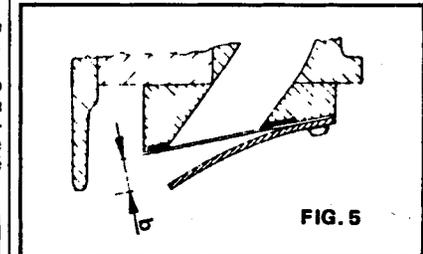

FIG. 5
2) L'ouverture des lamelles est limitée par leurs butées. Le constructeur précise l'écartement de ces butées, mesurable avec un régllet. Si cet écartement est trop important (clapet « bricolé »), les lamelles trop sollicitées risquent de casser (fig. 5). Et la puissance du moteur n'en est pas forcément améliorée !
C'est une clé qui permet de mesurer l'effort de serrage (couple de serrage). Elle est indispensable pour le serrage de pièces présentant des risques de déformation (culasse, carter-moteur) et pour s'assurer du parfait serrage de pièces en mouvements. Egalement elle évite les serrages excessifs risquant d'arracher les filets. Les clés les plus simples comportent un index se déplaçant devant un secteur gradué et les plus élaborées possèdent un vernier de réglage (fig. 5 bis) déclenchent un signal lorsque le couple désiré est atteint, et se réarment automatiquement.
FIG. 5 bis
Pour cela, le moteur étant à sa température de fonctionnement, retirer les bougies, les rebrancher sur leurs antiparasites et mettre leurs culots à la masse, puis visser (ou appliquer) l'embout d'un compresseur successivement dans les trous de bougies de la culasse (fig. 5 ter).
FIG. 5 ter
Une culasse se serre, ou se desserre, moteur froid, pour éviter toute déformation. Au serrage d'une culasse, toujours respecter l'ordre de serrage prescrit par le constructeur, et qui part des fixations centrales pour atteindre progressivement les fixations extérieures (fig. 5 bis).